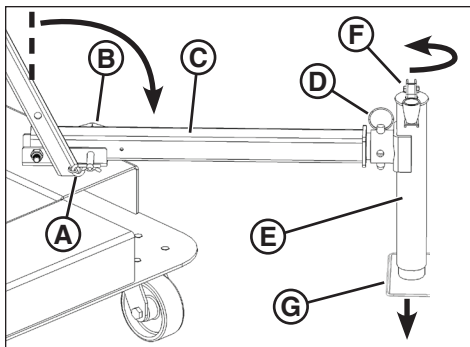

Figure 7
1. Retirer la goupille fendue (A, Figure 7) et la goupille de blocage du longeron (B).
2. Abaisser le longeron (C, Figure 7) en position de fonctionnement comme illustré, et bloquer en position de fonctionnement avec la goupille de blocage du longeron. Fixer la goupille de blocage du longeron avec la goupille fendue.
- Retirer la goupille de verrouillage du vérin stabilisateur (D, Figure 7). Tourner le stabilisateur en position de fonctionnement (E). Installer la goupille du vérin stabilisateur complètement dans les orifices du haut et du bas du vérin et du longeron.
- Déplier la poignée (F, Figure 7) du vérin stabilisateur. Tourner la poignée dans le sens horaire pour abaisser fermement le pied du stabilisateur (G) sur la surface de travail.